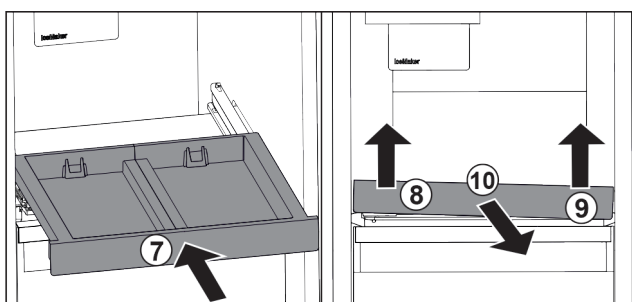

Fig. 196
- Auszugsbord einschieben. Fig. 196 (7)
- Auszugsbord vorne links anheben. Fig. 196 (8)
- Auszugsbord vorne rechts anheben. Fig. 196 (9)
- Auszugsbord nach vorne entnehmen. Fig. 196 (10)